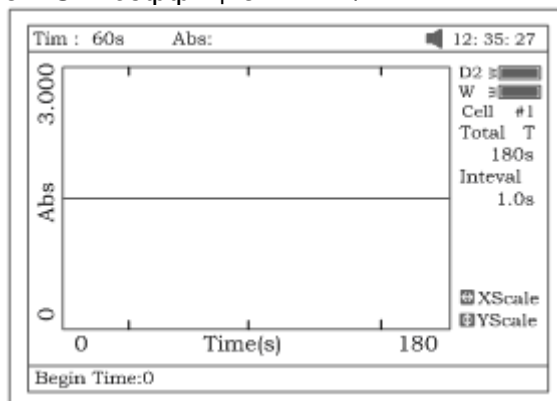
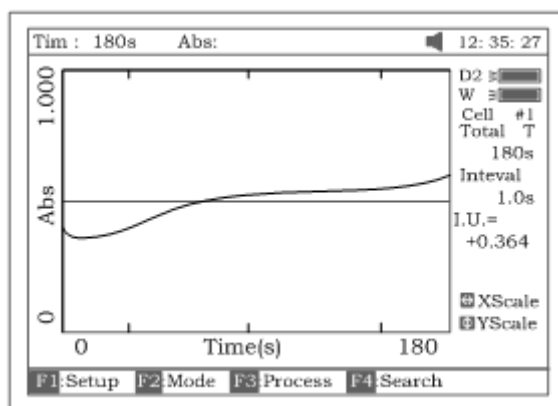

Рис. 57
Рис. 58
- Войдите в поля «Время начала» (Begin Time) (рис.57), «Время окончания» (End Time) и «Коэффициент» (Factor). Значения будут рассчитаны в международных единицах (I.U.) (рис.58). Будет рассчитана усредненная прямая между временем начала и временем окончания. Угол отклонения этой прямой определяет скорость изменения $\Delta A/\text{min}$.